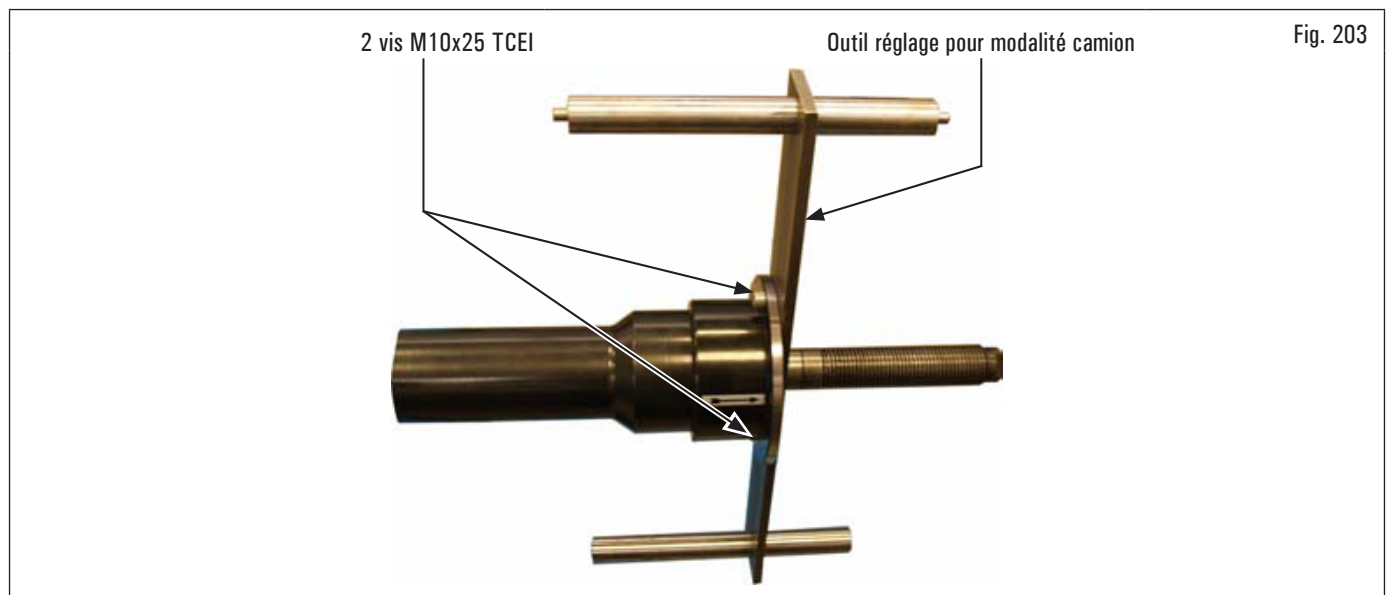

Fig. 203
1. Monter l'outil de réglage sur le mandrin et le serrer avec les deux vis fournies (voir Fig. 203) ;